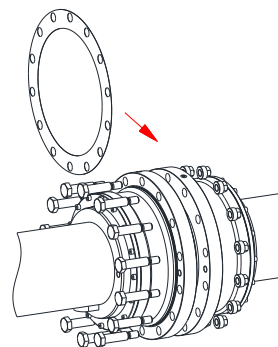

Bild 39
- Sätt i plantätningen (komponent 5) och skruva fast hylsorna med hjälp av sexkant-passbultar (komponent 3) och muttrar (komponent 4) med beaktande av föreskrivna åtdragningsmoment (se tabell 6) (se bild 39).